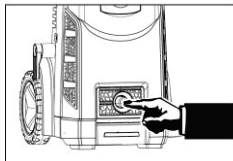

Рис.5
-Перед каждым использованием, проверяйте фильтр на штуцере для подключения воды (Рис.5). При загрязнении, фильтр необходимо очистить.